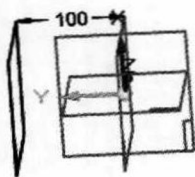
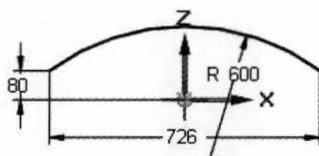

图 3.2 平面 4
图 3.3 草图 1
Step2. 创建草图 1。在 **草图** 区域中单击 按钮, 选取平面 4 (图 3.2) 作为草图平面, 绘制图 3.3 所示的草图 1。